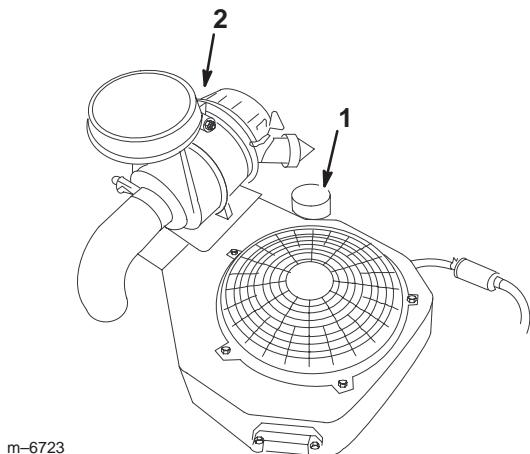

Figure 33
2. Nettoyez la surface autour de la jauge d'huile (Fig. 33) pour éviter que des impuretés ne s'introduisent dans le goulot de remplissage, ce qui risquerait d'endommager le moteur.
3. Dévissez la jauge d'huile et essuyez soigneusement l'extrémité métallique (Fig. 33).
6. Versez lentement environ 80% de la quantité d'huile spécifiée à la page 32 dans le goulot de remplissage (Fig. 33). Vérifiez le niveau d'huile (voir Contrôle du niveau d'huile, page 32). Versez avec précaution suffisamment d'huile pour que le niveau atteigne le repère maximum ("F") sur la jauge.